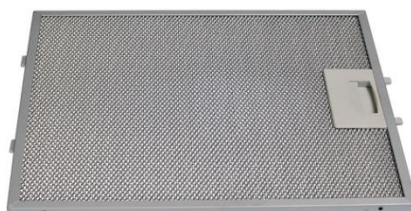

Рис. 2
2. Снимите алюминиевый жировулавливающий фильтр (рис. 2).
7. Установите жироулавливающий фильтр (рис. 2).